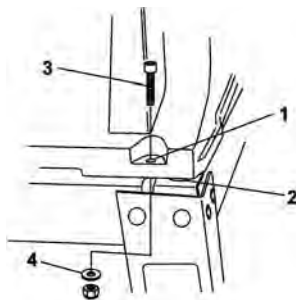

fig. 2 – montagem da mesa da máquina na estrutura
Coloque a serra de mesa sobre a estrutura da máquina já montada, utilize os parafusos (3) e as arruelas (4) e as porcas, conforme mostra a fig. 2 abaixo.